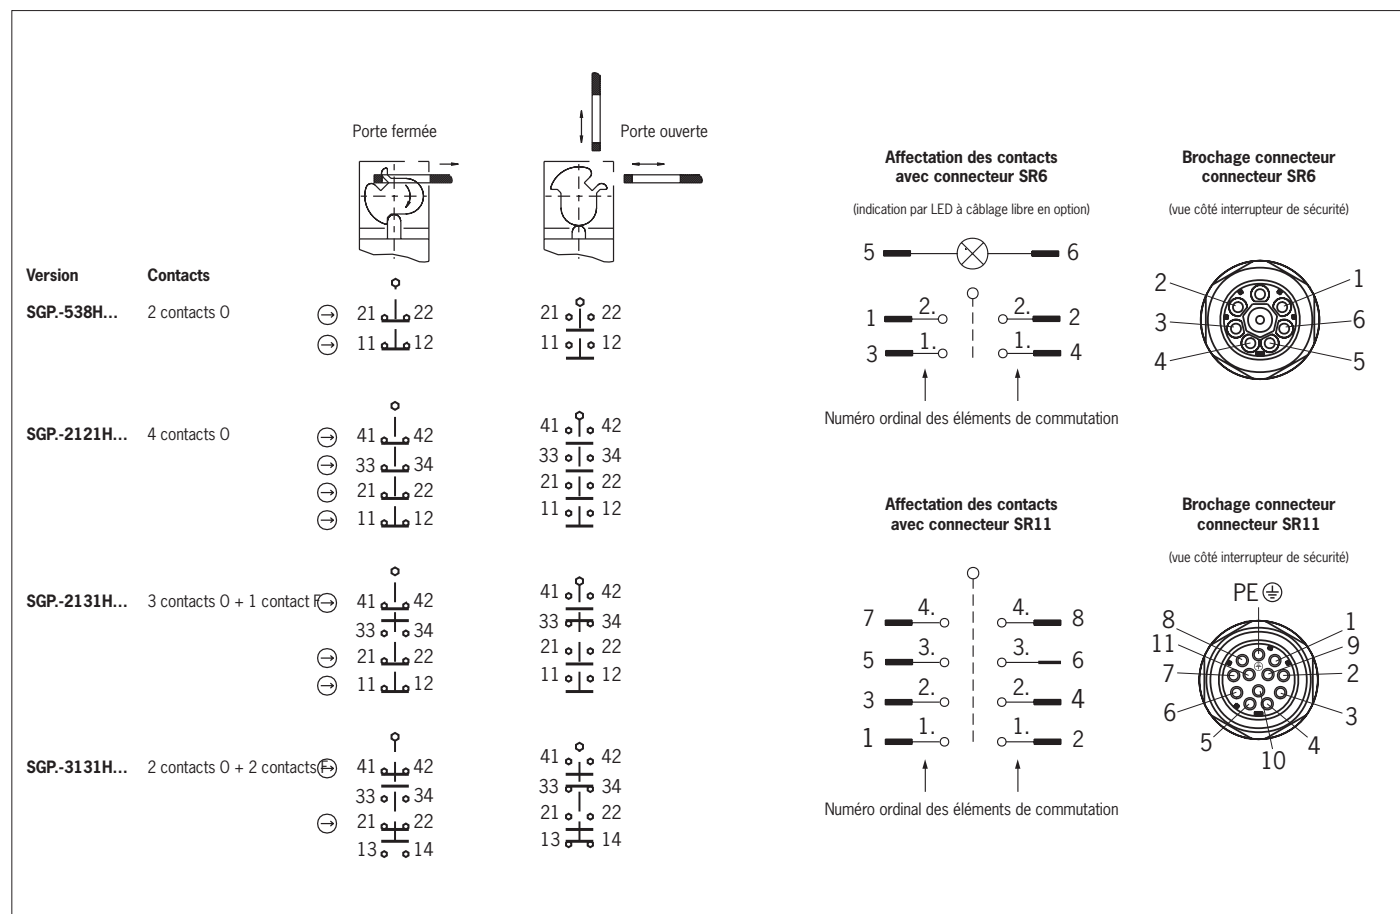

Fig. 2 : Éléments de commutation et fonctions de commutation
3. Effectuer le raccordement et serrer les bornes au couple de 0,5 Nm (affectation des contacts, voir Fig. 2).